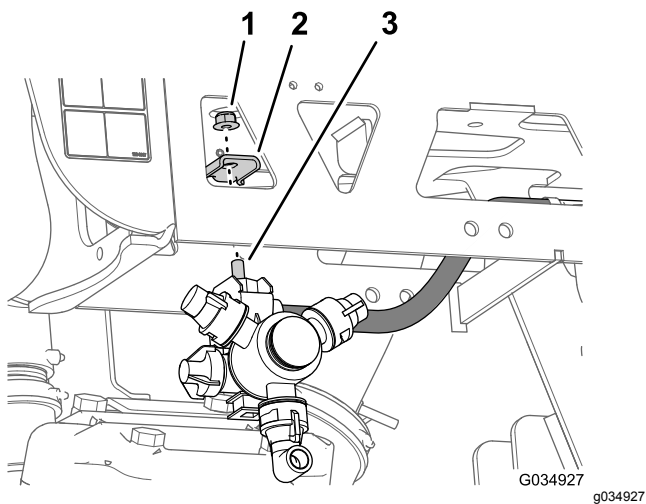

Figura 82
- Repita os passos 2 a 7 para o outro tubo e conjunto do bico na outra armação exterior (Figura 79 e Figura 82).
- Alinhe o parafuso de cabeça sextavada (5/16 x 3/4 pol.) do bico do pulverizador através do orifício na montagem do bico (Figura 82) e prenda sem apertar o bico na montagem com uma porca de bloqueio flangeada (5/16 pol.) que retirou nos passos 1 ou 4 de 12 Retirar os tubos do bico do pulverizador no sistema da secção 3 \(página 33\).